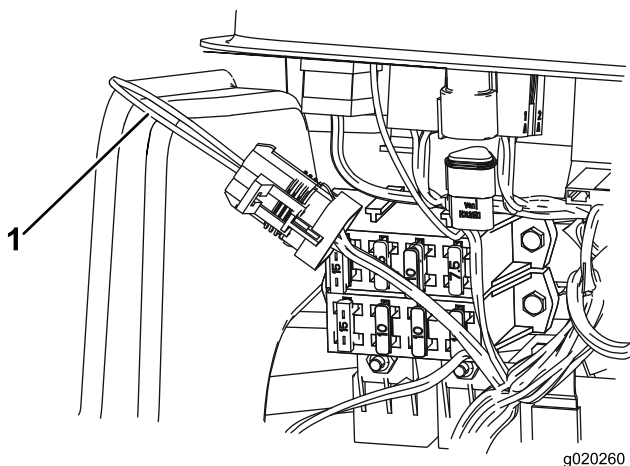

Figura 100
3. Accedete al cablaggio preassemblato e al connettore a circuito chiuso (Figura 100).